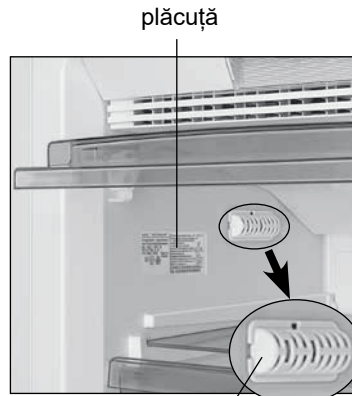

Figura 5
1.7 Congelatorul trebuie să funcționeze într-un interval de temperatură ambientală care corespunde clasei de climă indicată pe plăcuța de identificare (vezi figura 5). Corespondența intervalelor de temperatură cu clasele climatice este prezentată în tabelul 1.
– aproape de senzorul de temperatură, care este situat pe peretele din stânga deasupra raftului de sticlă superior, în conformitate cu figura 5;